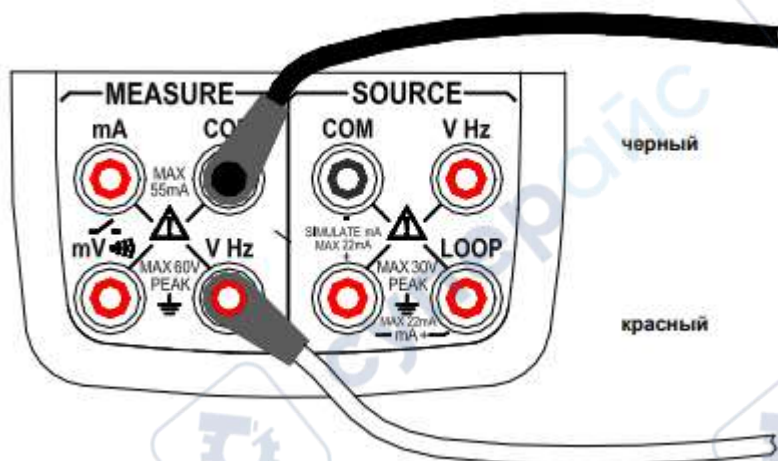

Рисунок 9. Измерение напряжения постоянного тока (V), частоты .
**Для постоянного напряжения (V), измерение частоты (рис. 9)**